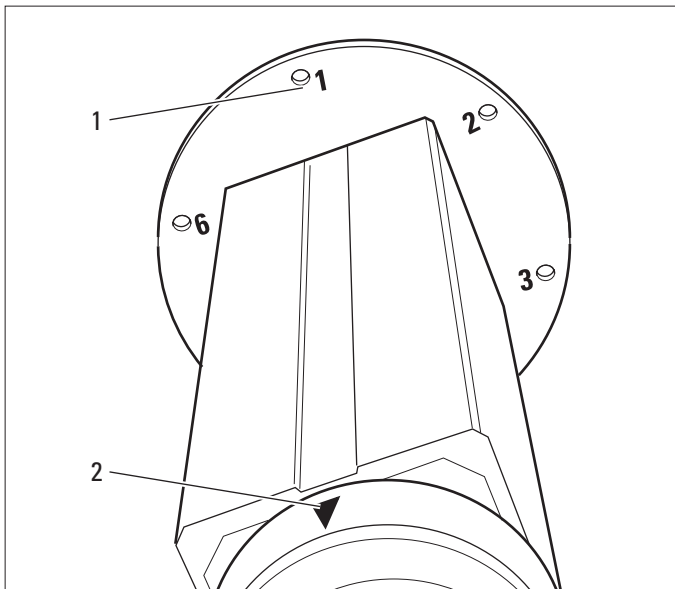

Bild 2
Um die Montage des Telescope Mounts zu erleichtern, sollten die Schraublöcher auf dem oberen Flansch des Telescope Mounts markiert werden. Die Zahl 1 (1) steht über dem roten Dreieck (2) auf dem unteren Flansch des Telescope Mounts (Bild 2), die Zahl 4 (3) über dem Anschluss (4) der Fernbedienung am unteren Flansch (Bild 3).